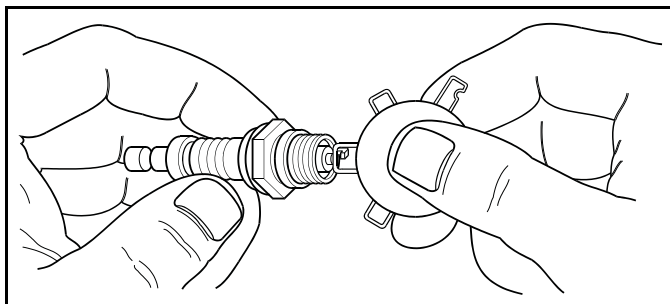

Figure 4-3. Vérification de l'écartement de la bougie
5. Voir la Figure 4-3. Réglez l'écartement de la bougie.